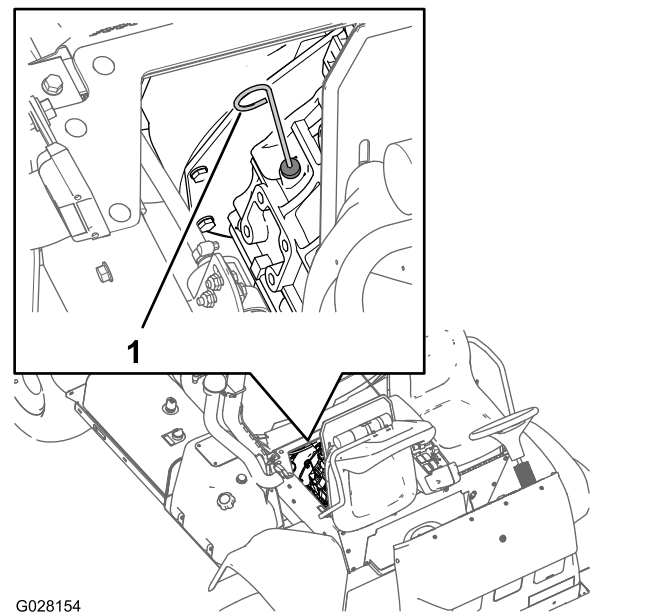

Bild 72
7. Gießen Sie langsam weiteres Öl der angegebenen Sorte ein, um den Ölstand bis zur Voll-Markierung am Peilstab anzuheben (Bild 72).